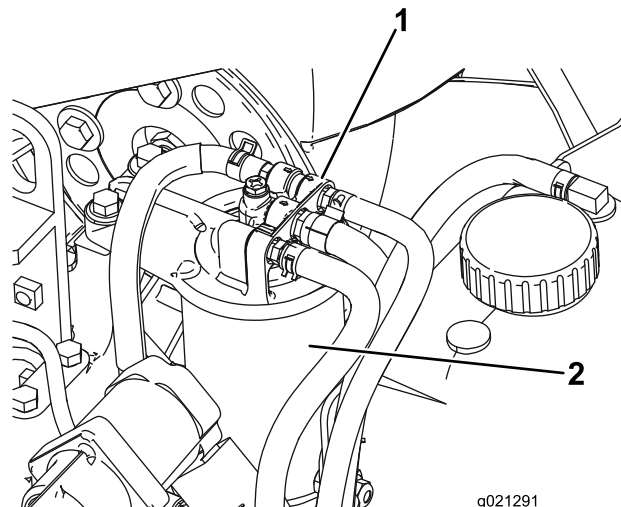

Figure 93
2. Nettoyez la surface autour de la tête du filtre à carburant (Figure 93).
3. Déposez le filtre et nettoyez la surface de montage de la tête du filtre (Figure 93).